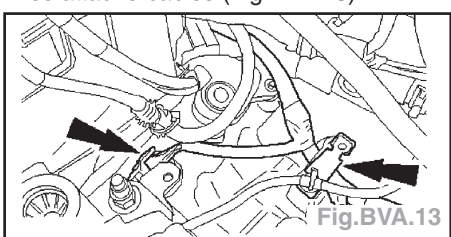

Fig.BVA.13
- Débrancher le connecteur de commande de transmission automatique et déposer les attache-câbles (Fig.BVA.13).
- Brancher le connecteur de commande de transmission automatique (Fig.BVA.13).